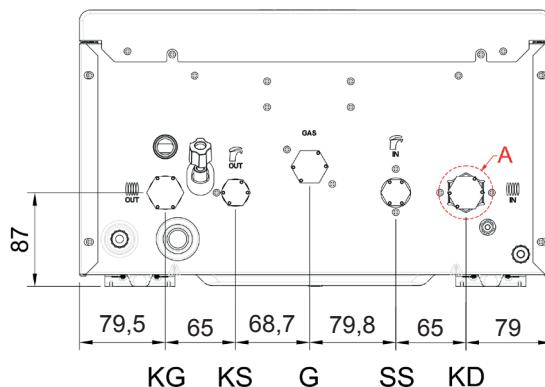

Abbildung 16. Wasseranschlüsse
- ⚠ Die Verbindung an der Unterseite der Pumpe (Abbildung 16 – die Verbindung in Detail A) sollte bei Verwendung von Gummidichtungen mit einem maximalen Drehmoment von 18 Nm und bei Verwendung von Klingeritdichtungen mit einem maximalen Drehmoment von 30 Nm angezogen werden.**